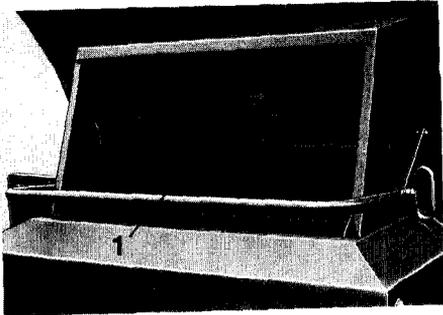
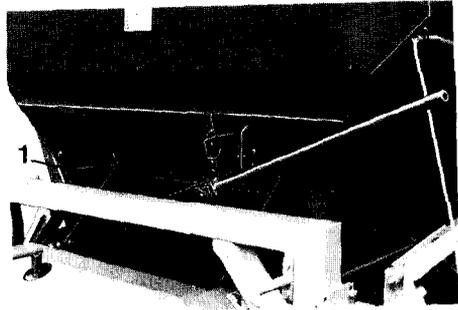

Fig. 55
Fig. 56
- Anhand der Streutabelle ist die Streumenge, wie unter Pkt.9.0 beschrieben, am Drehschieber ( Fig. 55/1 bzw. Fig. 56/1 ) einzustellen.